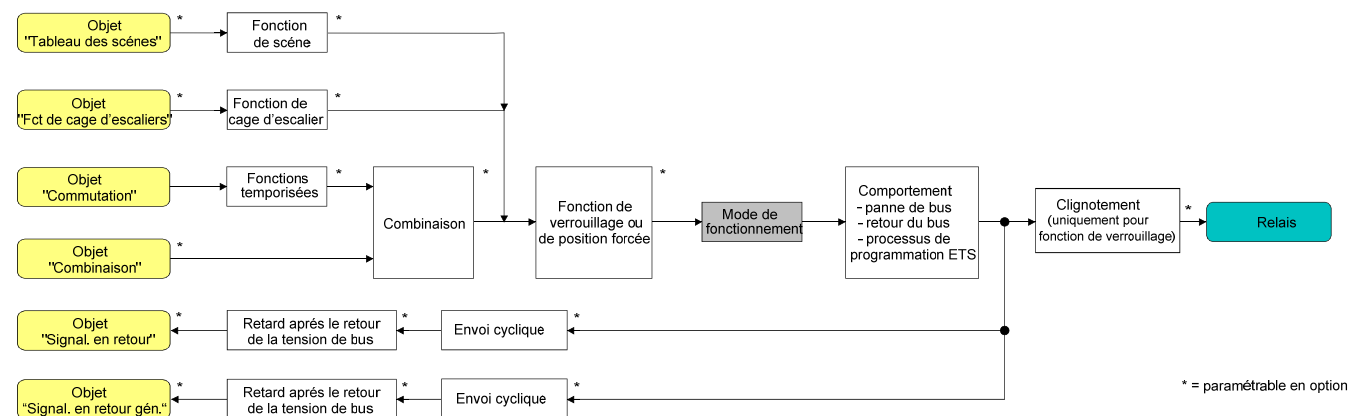

Fig. 6: Schéma de câblage fonctionnel "Mode de fonctionnement"
- L'état de commutation logique ("activé – 1" ou "désactivé – 0") est réglé par l'objet de communication "Commuter" et influencé par les fonctions qui peuvent être activées en option (p. ex. les fonctions temporisées/fonctions de cage d'escaliers, les combinaisons, les fonctions de verrouillage/de position forcée, les scènes – voir Fig. 6).